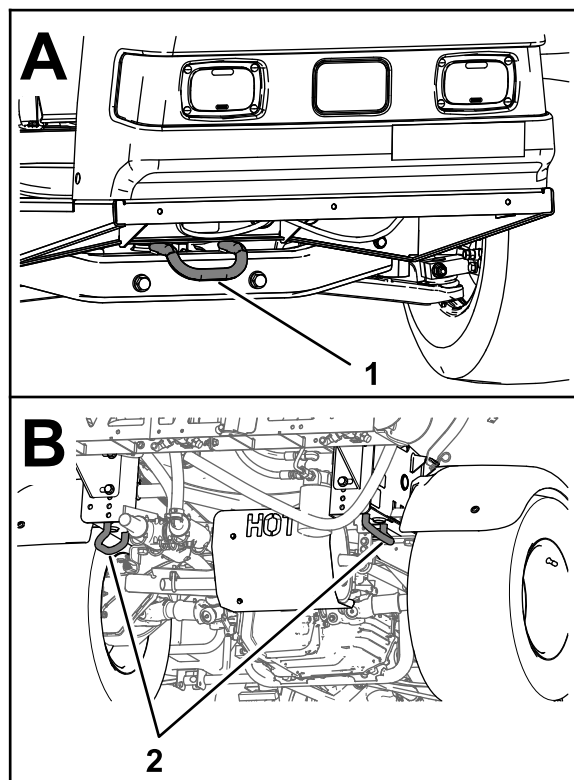

Figure 34
- Arrimez solidement la machine sur le véhicule de transport; la Figure 34 montre les points d'attache de la machine.